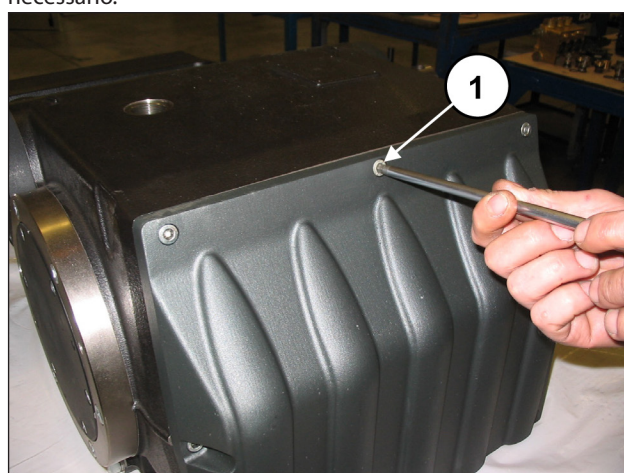

Fig. 9
Solte os parafusos de fixação da cobertura do carter (pos. ①, Fig. 9) e remova-o. Retire o anel circular e substitua-o, se for necessário.